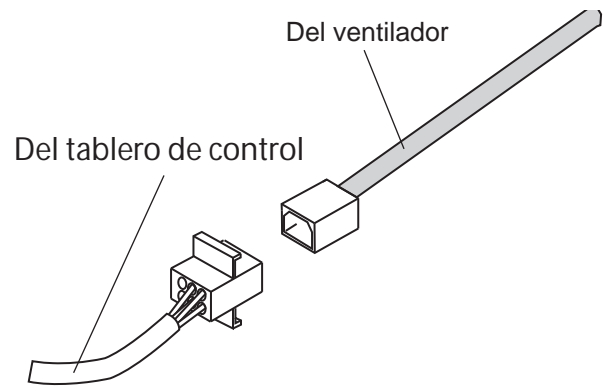

Figura 19: Cableado de la campana con un ventilador integrado
3. Conecte el enchufe de conexión Molex en el conector situado en el interior de la campana, como se muestra en la *Figura 19*.